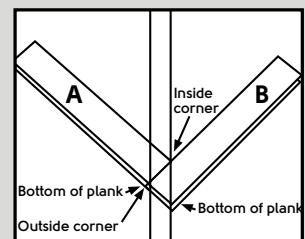

Figure. 5
- Voici l'angle de départ. Remarque : des cales de 5 mm doivent être utilisées contre tous les murs et les piliers verticaux (Figure 5).
- Alignez le bord du coin extérieur de la lame « A » avec le coin intérieur de la lame B sur la ligne opposée (Figure 5).